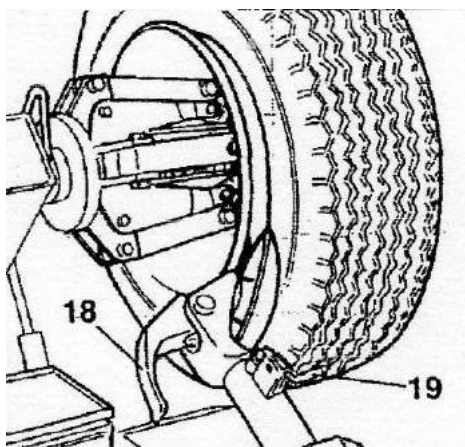

Рисунок 16
- С помощью нижней рукоятки управления (поз. 15, Рисунок 3) наклоните рычаг в нерабочее положение, переместите его и закрепите во внутреннем положении (Рисунок 16).
Примечание: *В ходе отжима борта можно опустить захват зажимного устройства (поз. 18, Рисунок 16), чтобы он не мешал работе.*